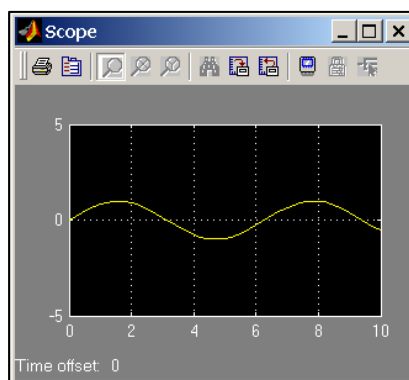

图 7.4 示波器窗口
(7) 开始仿真，单击“untitled”模型窗口中“开始仿真”图标，或者选择菜单“Simulink”——“Start”，则仿真开始。双击“Scope”模块出现示波器显示屏，可以看到黄色的正弦波形。如图 7.4 所示。